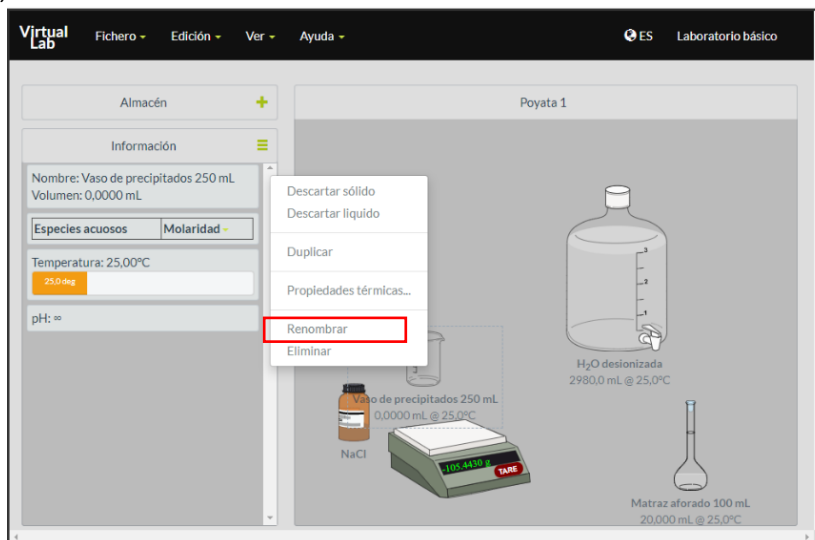

Figura 11. Simulador *Making stock solutions from solids*.
12. Retire el vaso de precipitados dando clic derecho sobre el frasco y después en **Eliminar** (figura 11).